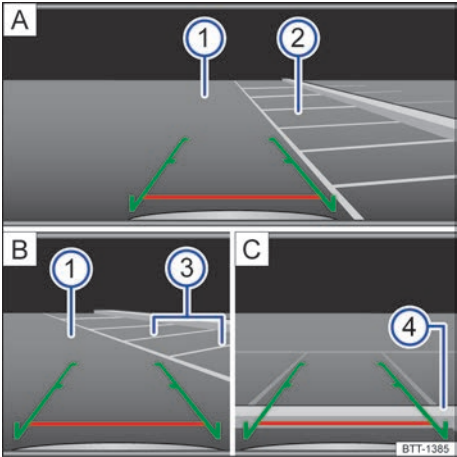

Fig. 97 Exibição do display do rádio ou do sistema de navegação: entrar na vaga de estacionamento com a câmera de marcha a ré (representação esquemática).
Legenda para exibição do display → Fig. 97:
2.	Posicionar o veículo na frente da vaga de estacionamento → Fig. 97 A ②.
4.	Conduzir para trás devagar e manobrar de modo que as guias verdes laterais conduzam entre as linhas de delimitação da vaga de estacionamento selecionada → Fig. 97 A ②. Observar a seguinte mensagem: Controlar a trajetória do veículo! → ⚠ em Introdução ao tema na página 117 !
5.	Alinhar o veículo na vaga de estacionamento selecionada de modo que as guias verdes laterais fiquem em cima das linhas de limitação lateral → Fig. 97 B ③.
6.	Parar o veículo o mais tardar ao atingir a guia vermelha horizontal de limitação traseira, por exemplo, meio-fio → Fig. 97 C ④.